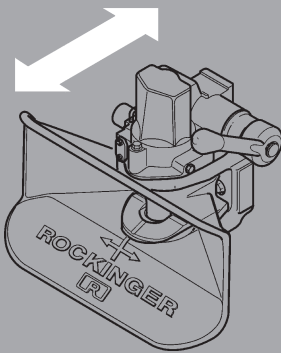

Abb. 5
- Kupplungskopf (nicht Fangmaul) in abgekuppeltem Zustand in Längsrichtung kräftig bewegen (s. Abb. 5): Es darf **kein Längsspiel** feststellbar sein.